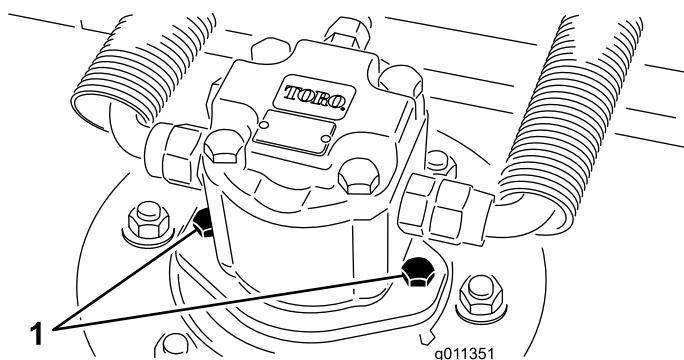

Figure 64
2. Débranchez et retirez le moteur hydraulique du plateau de coupe (Figure 64). Couvrez le dessus de l'axe pour éviter toute contamination.
4. Montez le moteur hydraulique sur le plateau de coupe (Figure 64). Vérifiez que le joint torique est en place et en bon état.